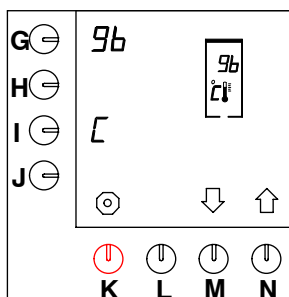

Fig. 41 Impostazione della temperatura
- Dopo avere immesso il codice PIN di livello utente, premere tre volte il tasto di selezione (N.) $\uparrow$ fino a che sullo schermo viene visualizzato quanto illustrato nella fig. 41 .